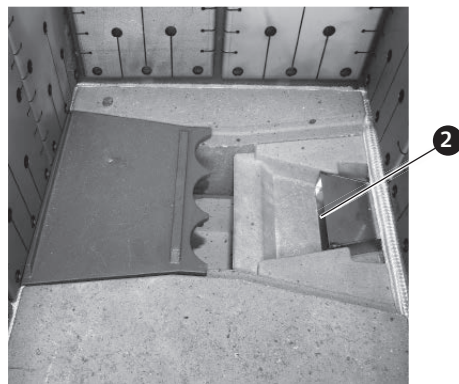

Fig. 65 Abbrandplatten herausnehmen; Sekundärluft-Öffnungen kontrollieren
- ▶ Beide Abbrandplatten herausnehmen, Asche aussaugen und die darunter befindlichen Sekundärluft-Öffnungen kontrollieren und gegebenenfalls freimachen – Fig. 65.